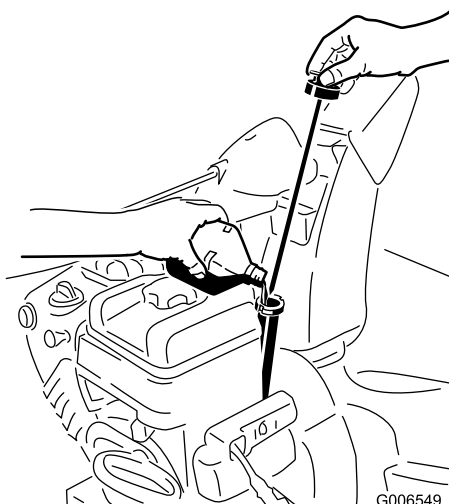

Figure 19
1. Retirez la jauge et versez de l'huile **lentement** dans le goulot de remplissage pour faire monter le niveau de liquide jusqu'au repère du plein (Full) sur la jauge. **Ne remplissez pas excessivement** (Figure 19). (voir Contrôle du niveau d'huile moteur à la section Entretien).